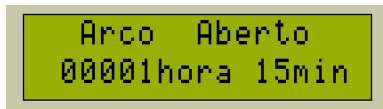

Figura 8.33: Tempo de Arco Aberto.
Pressione OK para calibrar o valor de tensão, ou pressione MENU pra retornar ao menu anterior sem alterar os valores originais. Como exemplo, a Figura 8.33 ilustra um ajuste de +1,2% no valor de tensão. Pressione as teclas + e - para ajustar os valores.
Após a identificação da senha são disponibilizados os programas para o usuário, selecione com as teclas (+) e (-) o programa desejado e pressione (OK). A Figura 8.33 ilustra o programa 05 liberado ao usuário 01.